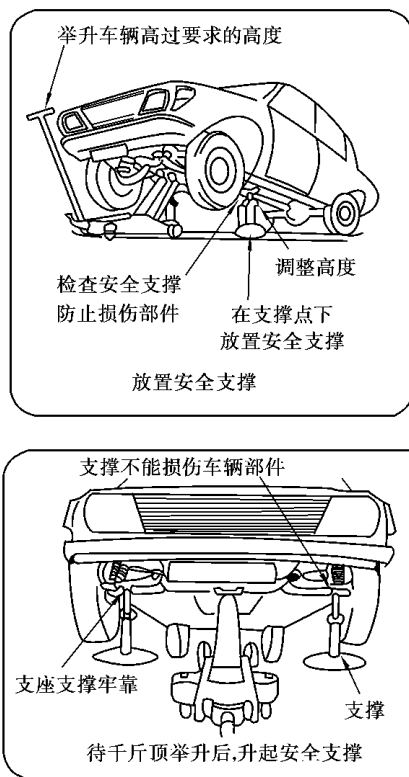
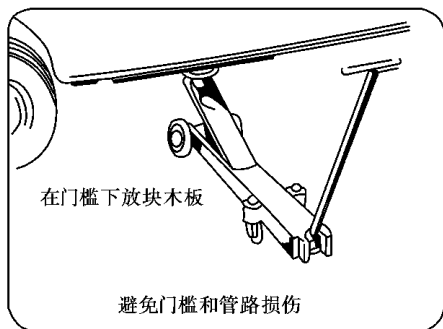

图 3.3.4
图 3.3.5
7. 当车辆只有一个千斤顶支撑时,千万不要站在车辆下面,应在车下放置安全支撑并调到要求高度,如图 3.3.4 所示。放置安全支撑时,不能让身体进入车辆下面。并确保安全支撑不损坏防溅板、地板、燃油管、制动油管和电缆,如图 3.3.5 所示。